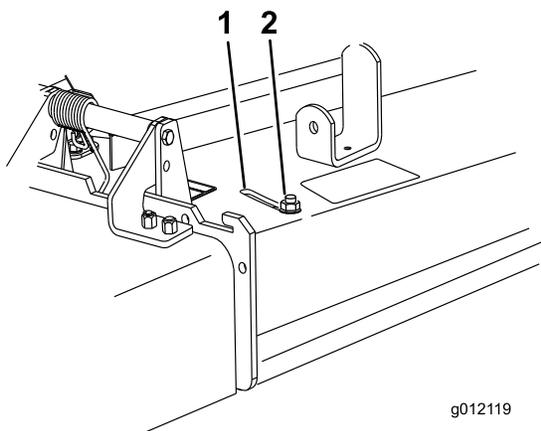

Figure 25
3. Pour régler le déflecteur, desserrez l'écrou (Figure 25).